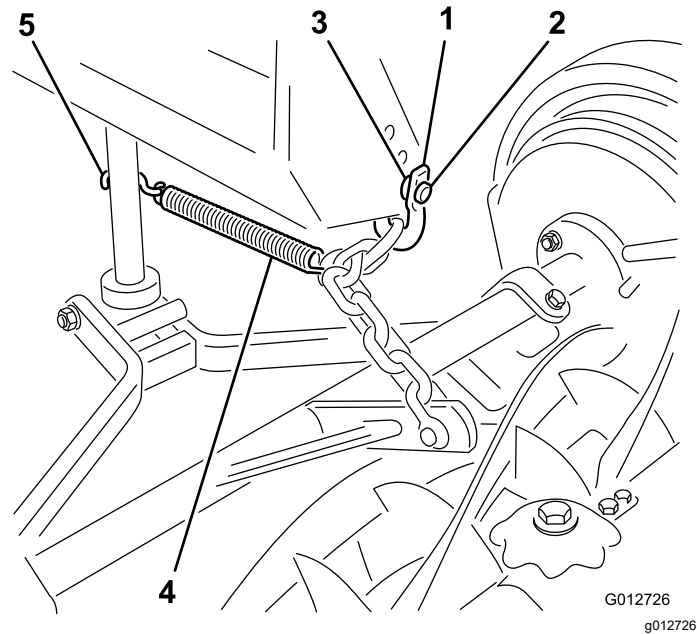

Figure 35
- Fixez la chaîne de levage sur le bras de levage et le support de montage de l'unité de coupe avec des manilles longues, des axes de chape et des goupilles fendues (Figure 35).
- Accrochez le ressort au cinquième maillon de la chaîne en partant de l'unité de coupe, et fixez l'autre extrémité du ressort sur la barre de levage au moyen du crochet en S (Figure 35).